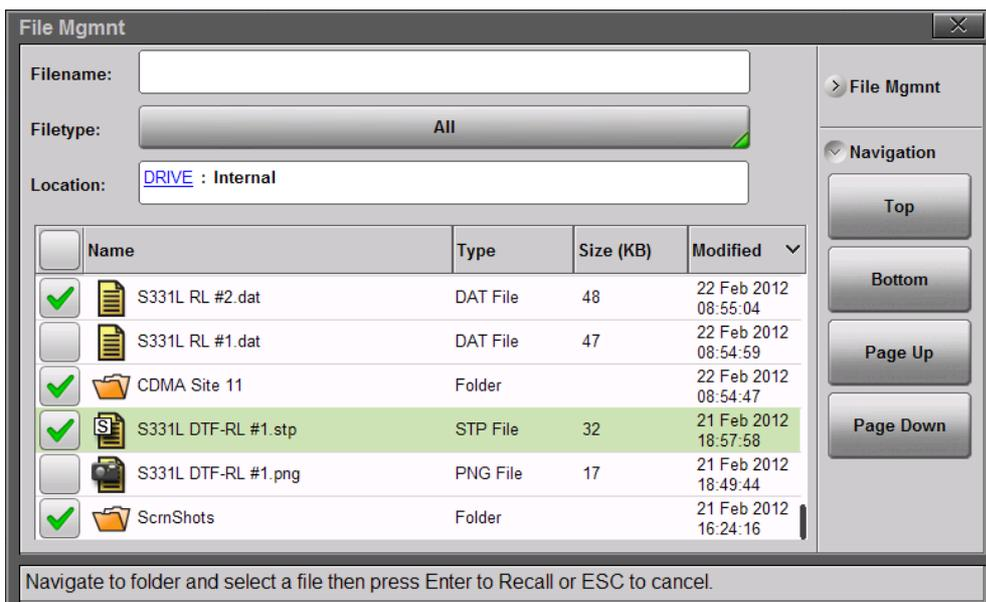

Рисунок 7-15. Выбор нескольких позиций для копирования
2. Выберите файлы и папки, которые необходимо скопировать. Для выбора нескольких файлов и/или папок установите галочки в соответствующих окошках (рис. 7-15). Для перемещения по длинному списку файлов используйте кнопки подменю **Navigation**.